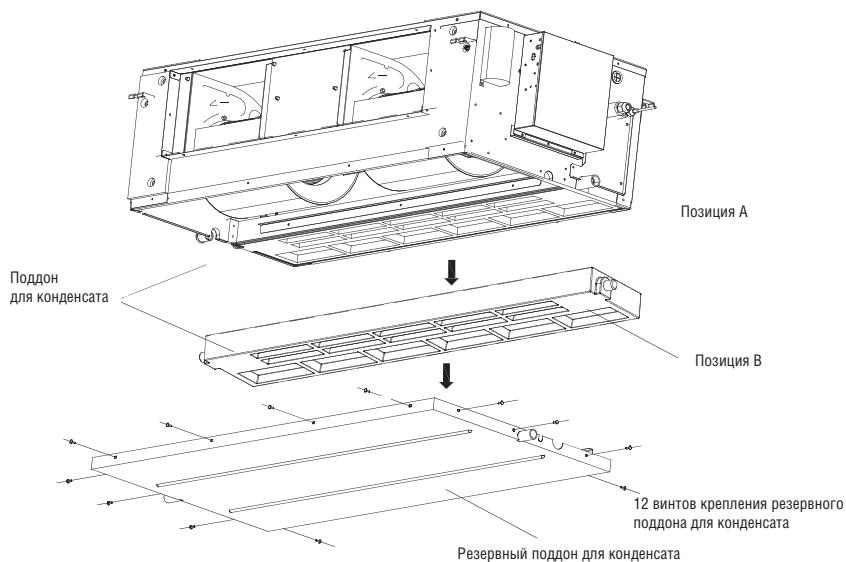

Рис. 16
2. Извлеките 12 винтов из закрепленного резервного поддона для конденсата, а затем снимите поддон, как показано на рис. 16.
3. Снимайте поддон в направлении стрелок, как показано на рис. 16.